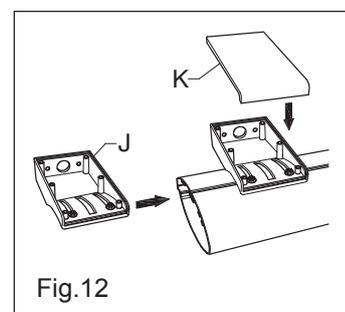

Fig.12
- Istruzioni di montaggio:** Fissare a scatto i pezzi necessari (tranne uno) sulla base del modulo, in modo che le lamelle risultino equamente distanziate fra pezzi diversi. Tagliare le due estremità del pezzo rimasto a filo dell'ultima lamella, come indicato in fig. 12. Quindi fissare a scatto il pezzo stesso.